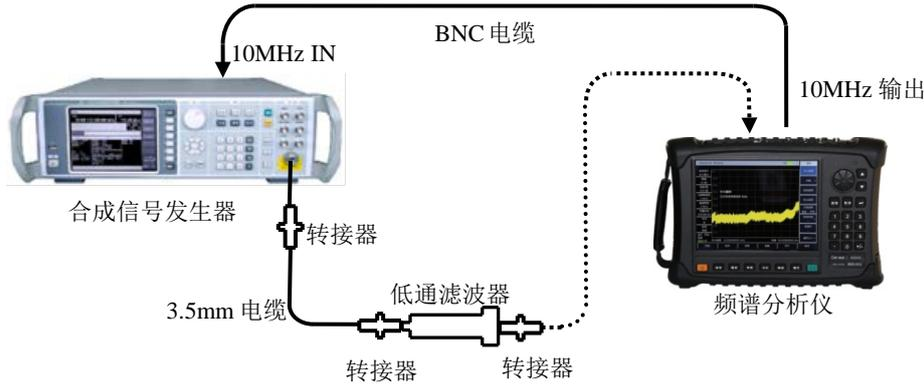

图 13-9 二次谐波失真测试设置
1) 如图 13-9 连接测试仪器，频谱分析仪为合成信号发生器提供 10MHz 频率参考，选择 1GHz 低通滤波器。
7) 如图 13-9 连接测试仪器，使用 6.8GHz 低通滤波器。
13) 如图 13-9 连接测试仪器，使用 18GHz 低通滤波器。
19) 如图 13-9 连接测试仪器，选择合适频段的滤波器和转接器以抑制信号发生器自身产生的谐波，参照步骤 1~6 分别测试 900MHz、1.9GHz、2.5GHz 和 4.2GHz 分别作为 50MHz~1.2GHz、1.2GHz~2GHz 和 2GHz~2.6GHz 和 2.6GHz~4.5GHz 四个频段的测试点，测试其二次谐波失真指标并记录至《4024 频谱分析仪记录表》对应测试项的测试结果栏。